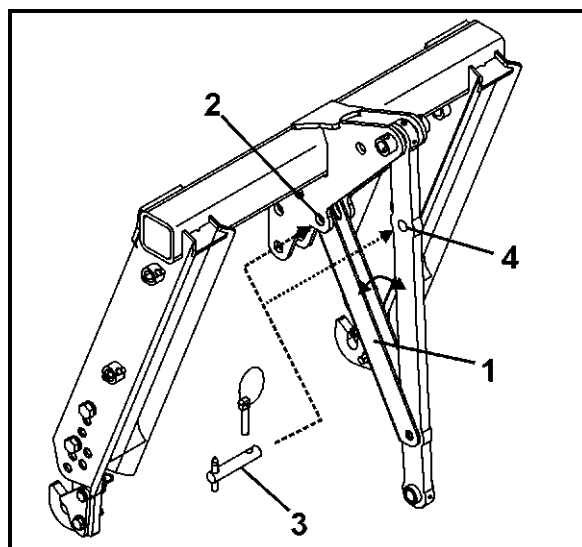

Bild 50
3. Fäll säkringsstaget (Bild 50/1)
- o ut till transportläge (Bild 50/2).
- o in till parkeringsläge (Bild 50/4).
4. Fäst och säkra säkringsstaget med bult (Bild 50/3) och låssprint.